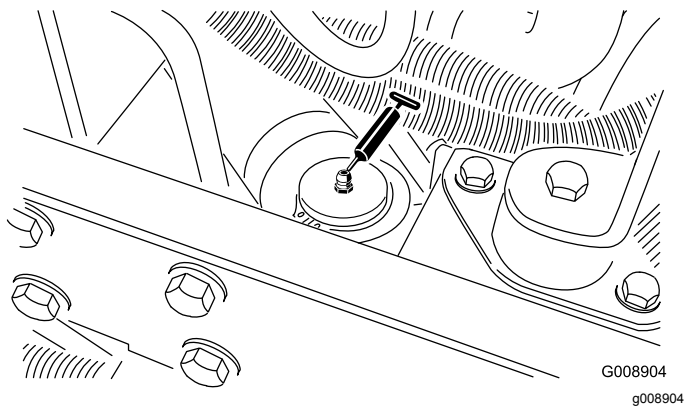

Figura 59
- Cilindro da direção (**Figura 59**).